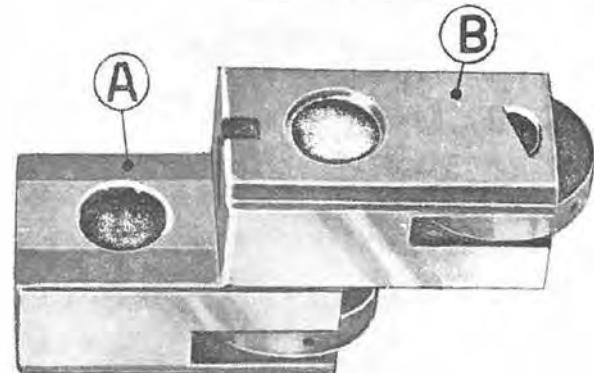

Fig. 66
Install tappets in housing, placing intake tappet (A) with sliding area on cylinder side and exhaust tappet (B) as in Fig. 66.
Monter les pousoirs dans leur logement, plaçant celui d'aspiration (A), ayant une face de glissement, du côté du cylindre et le poussoir d'échappement (B) comme indiqué sur la fig. 66.